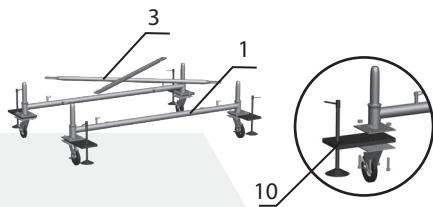

рис. 1
- При помощи крепежа колес (8), к гантели базы (1) присоединить поворотные колеса (2) и съемную винтовую опору (10)
- Установить гантель базы флагштаковыми замками внутрь. На верхние флагштаковые замки гантели базы, установить стяжки базы (3) (рис. 1). При помощи винтовых домкратов выровнять вышку по горизонтали.